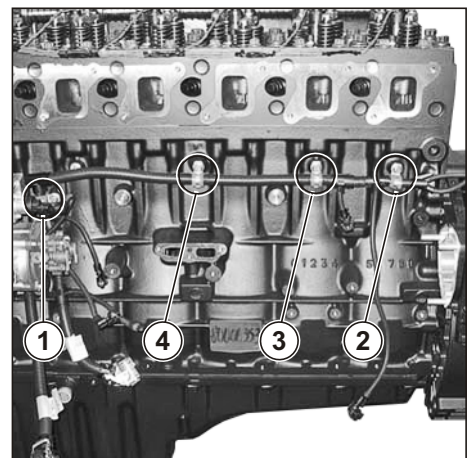

Рис. 123. Установка жгута датчиков двигателя.
7. Закрепить жгут в точке (1) (см. Рис. 123), установив клеммер между тройником разветвления жгута и тройником ответвления на датчик давления в рампе.
8. Затем последовательно закрепить жгут в точках (2, 3, 4) (см. Рис. 123).